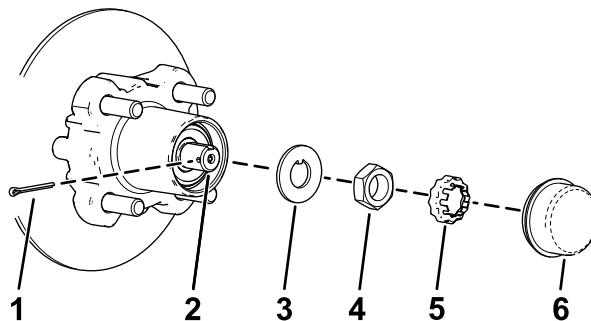

Figura 33
4. Retire el tapón guardapolvo del cubo (Figura 33).
5. Retire la chaveta y el retén del eje/tuerca del eje (Figura 33).
6. Retire la tuerca del eje, y separe el conjunto de cubo y rotor del eje (Figura 33 y Figura 34).